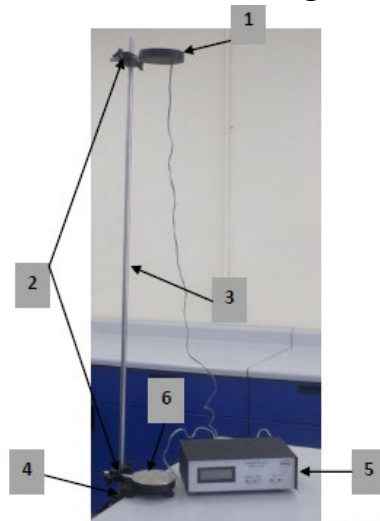

Figura 1. Instalación del Sistema de Caída Libre.
1. Instale el equipo como se muestra en la figura 1.